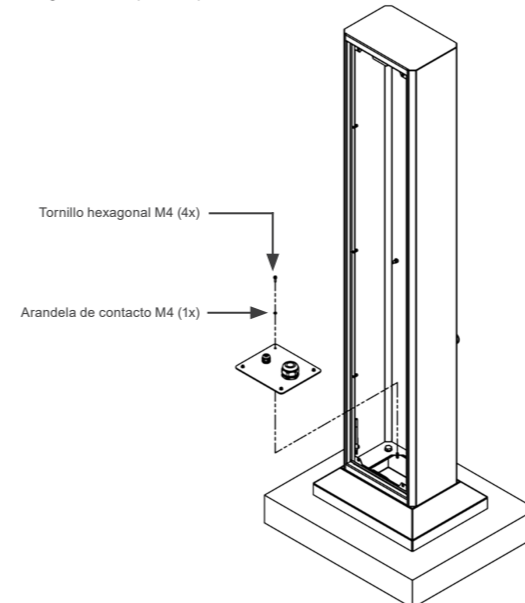

Figura 3.4: Punto de puesta a tierra de la brida del tótem WEMOB
Después de fijar el tótem a la base del producto, conecte la brida a tierra usando una (01) arandela de contacto M4, suministrada con el producto, en cualquiera de los orificios de montaje de la brida, como se muestra en la Figura 3.4. El par de apriete recomendado es de 3 Nm.